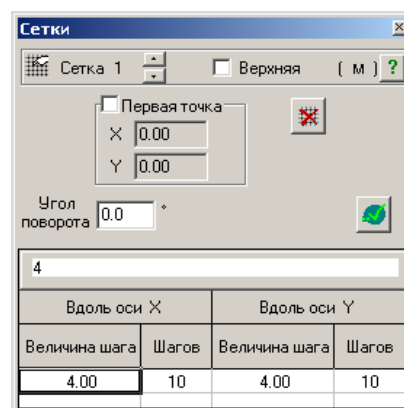

Рис.11.2.1. Окно диалога **Сетки**
- В окне диалога **Сетки** (рис.11.2.1) выполните следующие действия: